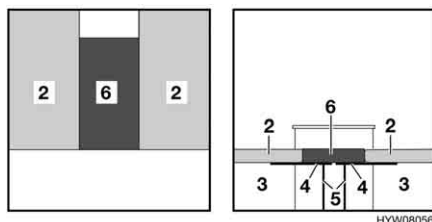

Fig. 65 Dopo la trasformazione
- Aprire i puntelli del telaio portamaterasso (Fig. 65,5).
- Posizionare il cuscino aggiuntivo (Fig. 65,6) tra i cuscini del divano (Fig. 65,2).